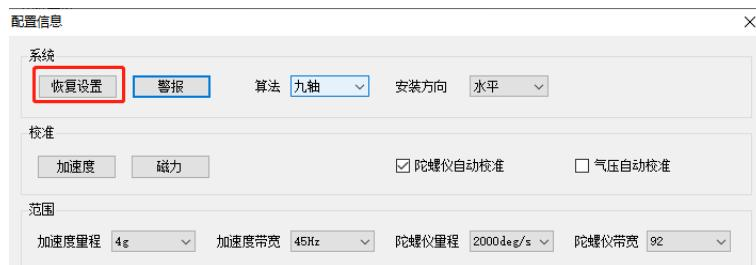

图 5.9.1 上位机发送恢复设置
恢复出厂设置有两种方法：①上位机发送指令②短接端口 D2 方法。第一种方法操作如下图 5.9.1 所示：